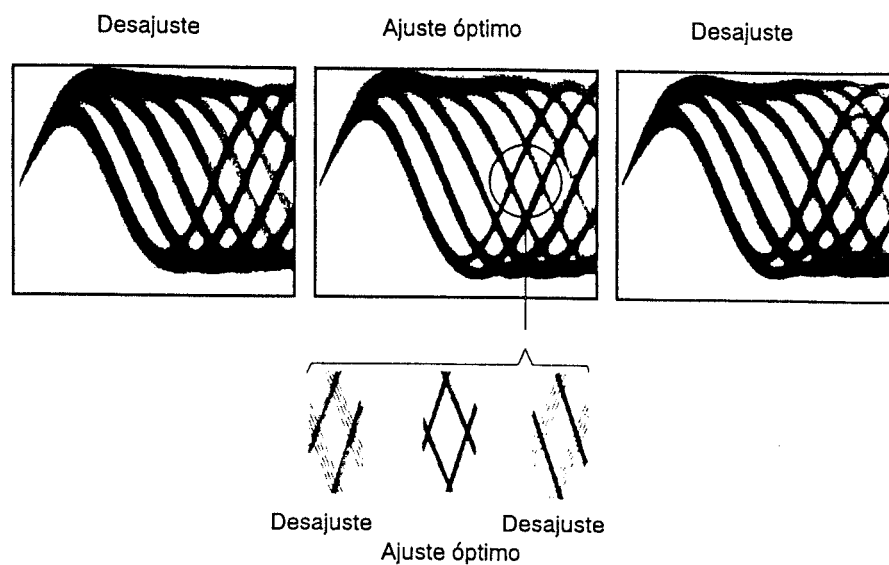

Figura 5 Patrón Optico
3. A continuación, ajuste el tornillo de ajuste de inclinación tangencial con una llave hexagonal recta (en forma de "L", tamaño: 1,5 mm) hasta que el patrón ocular (la forma de diamante del centro de la señal de RF) pueda verse con la mayor claridad (figura 5).